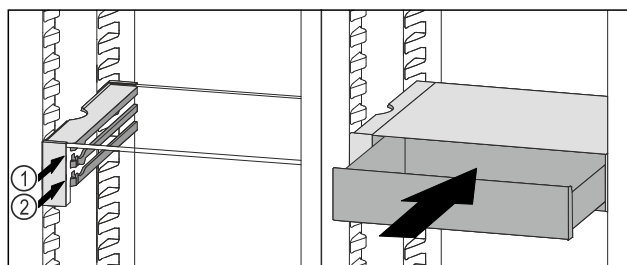

Fig. 168
- ▶ Nasad'te zásuvku VarioSafe za zarážky na požadovaném žebro Fig. 168 (1) nebo Fig. 168 (2).